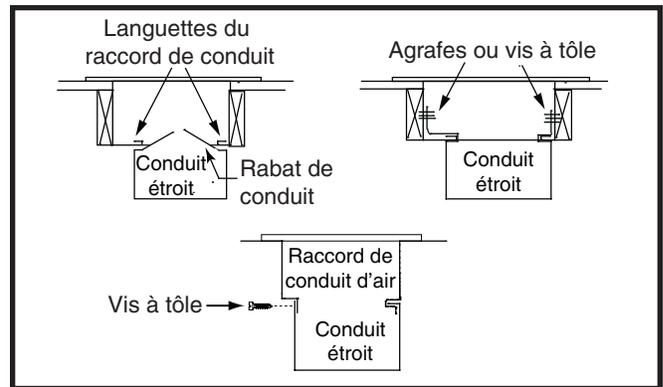

Figure 12. Conduits étroits
- Pliez les languettes inférieures du raccord de conduit vers le haut et serrez-les le plus possible contre le conduit d'alimentation en air. Consultez la Figure 12 \(page 8\).